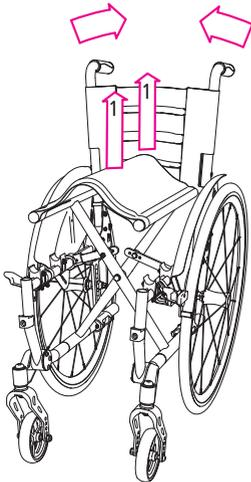

Abb.29
4. Anschließend ziehen Sie an der Sitzfläche den Bezug mittig nach oben (1, Abb. 29). Der Rollstuhl faltet sich dann selbsttätig zusammen.